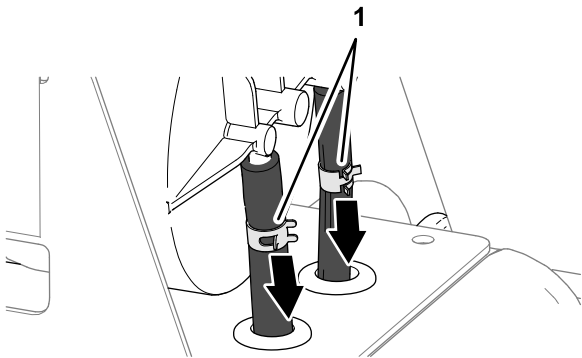

Bild 116
3. Lösen Sie die beiden Schlauchklemmen, mit denen die Schläuche an den Anschlüssen des Aktivkohlefilters befestigt sind (**Bild 116**).